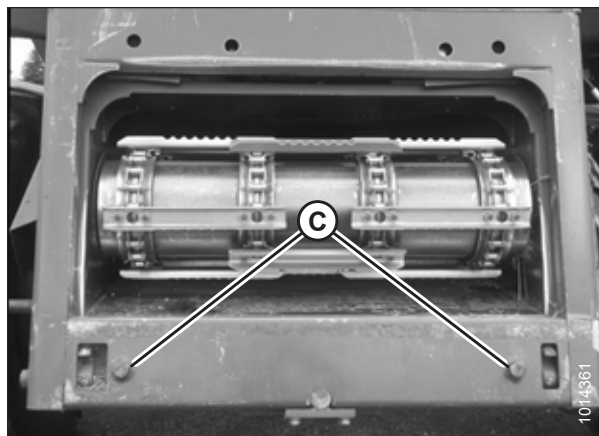

Рисунок 4.69: Напрявні штифти AGCO Group
2. Увімкніть двигун і почніть повільно наблизитися до жатки, поки похила камера не опиниться безпосередньо під верхньою поперечиною (A), а напрямні штифти (C) (див. рис. 4.69, стор. 332) на похилій камері не сполучаться з отворами (B) у рамі модуля копіювання контуру ґрунту.